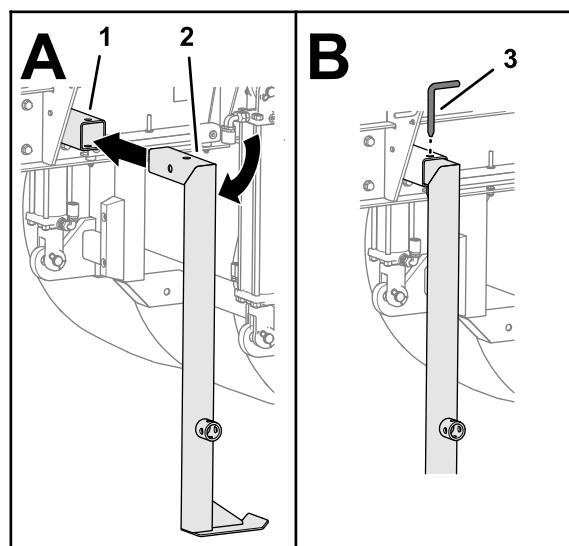

Figura 23
5. Ruotate verso il basso la gamba posteriore del cavalletto e inseritela nel relativo tubo (Figura 23).
6. Allineate i fori nella gamba del cavalletto e nel tubo e fissate la gamba del cavalletto con il relativo perno (Figura 23).